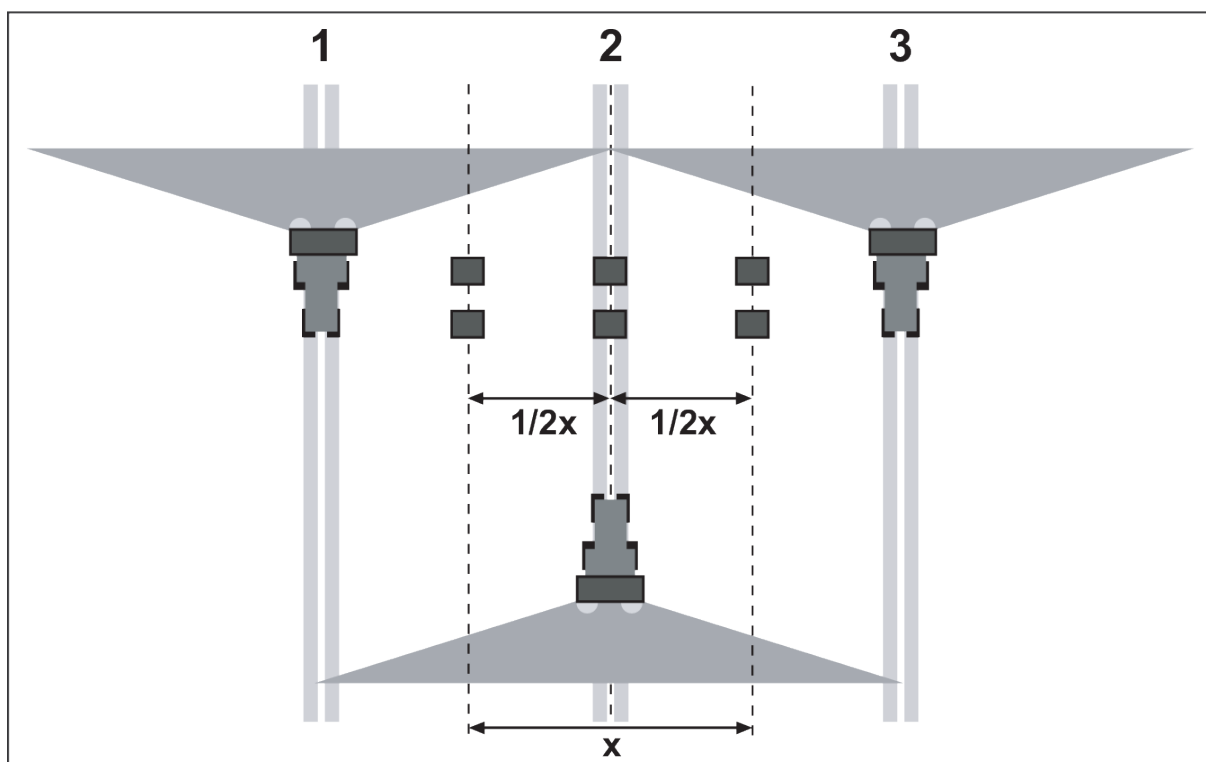

Fig. 52: Installation pour trois passages
- ▶ Installer deux bacs récupérateurs l'un derrière l'autre séparés par un écart de **1 m** dans les zones de recouvrement et dans la voie centrale (selon *Fig. 52*).